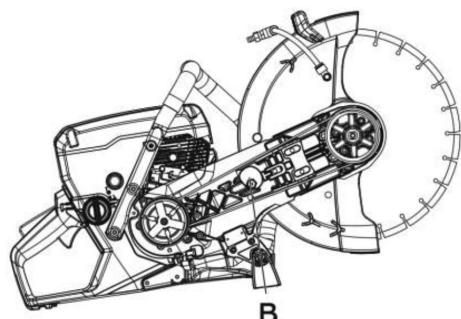

Рис. 52
4. Установите кожухи ремня и съемной головки на место и затяните гайки (A) от руки. Покачайте защитный кожух (E) вверх и вниз 3–5 раз, а затем затяните гайки (A) с помощью ключа (рис.52).